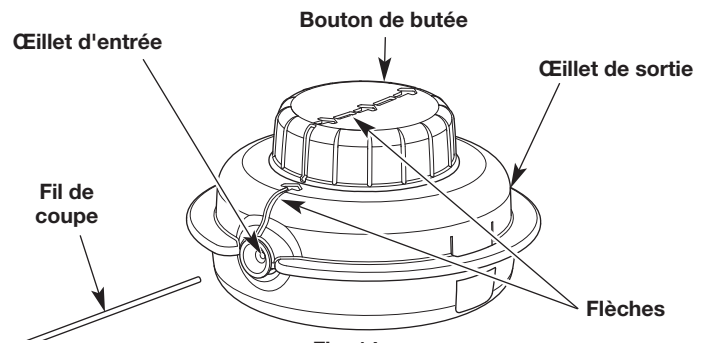

Fig. 14
3. Tournez le bouton de butée dans le sens des aiguilles d'une montre pour aligner les flèches (Fig. 14).
4. Insérez le nouveau fil de coupe dans l'œillet d'entrée (Fig. 14). Poussez le fil à travers la tête de coupe jusqu'à ce que quelques centimètres dépassent de l'œillet de sortie. Tirez le fil jusqu'à ce que les extrémités soient de longueur égale.